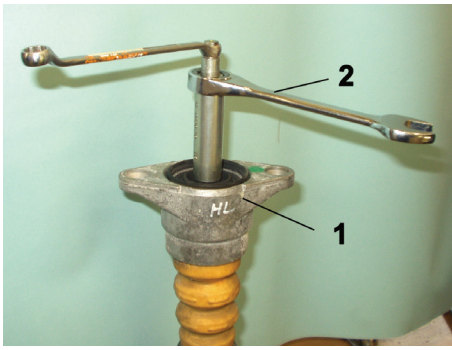

Fig. 10
- **Fig. 10** Vor Einbau des Performance-Dämpfers das Original Stützlager (1) montieren; Kolbenstangenmutter mit Spezialwerkzeug (2) aufschrauben.
- **Fig. 10** Before installing the Performance damper, mount the original support bearing (1). Use a special tool (2) to unscrew piston rod nut.
- **Fig. 10** Monter le palier de soutien d'origine (1) avant de monter l'amortisseur Performance ; dévisser l'écrou de la tige de piston avec l'outil spécial (2).
- **Fig. 10** Antes de montar el amortiguador Performance, montar el cojinete de apoyo original (1); desatornillar la tuerca del eje del amortiguador con una herramienta especial (2).